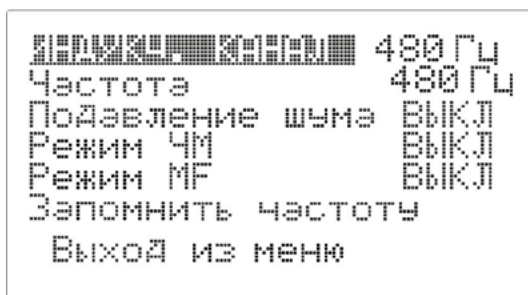

Рисунок 6 – Экран меню
- 4.6.5. Для задания необходимых параметров каналов «480», «1К», «10К» войти в экран меню (Рис. 6) вращением левого энкодера по часовой стрелке с одновременным нажатием.